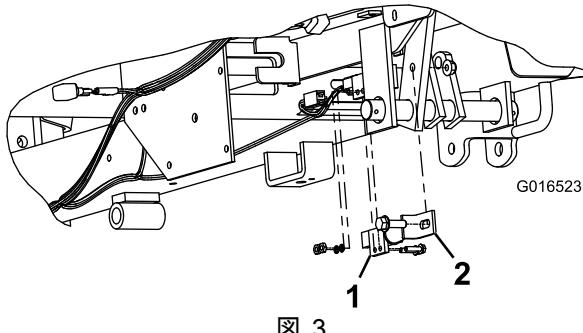

図 3
2. ブレーキライト用スイッチブラケットを車体フレームに取り付ける(図 3)。
3. ブレーキライト用スイッチをブレケットに取り付ける；ねじ 2 本、ワッシャ 2 枚、六角ナット 2 個を使用する (図 3)。